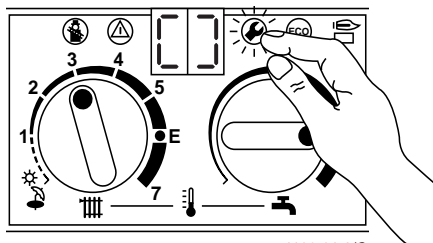

Fig. 47
- Premere il pulsante di servizio tecnico fino a quando sul display appare il simbolo „□“, fig. 47.
- Premere il pulsante di servizio tecnico fino a quando sul display appare il simbolo „[]“, fig. 47.